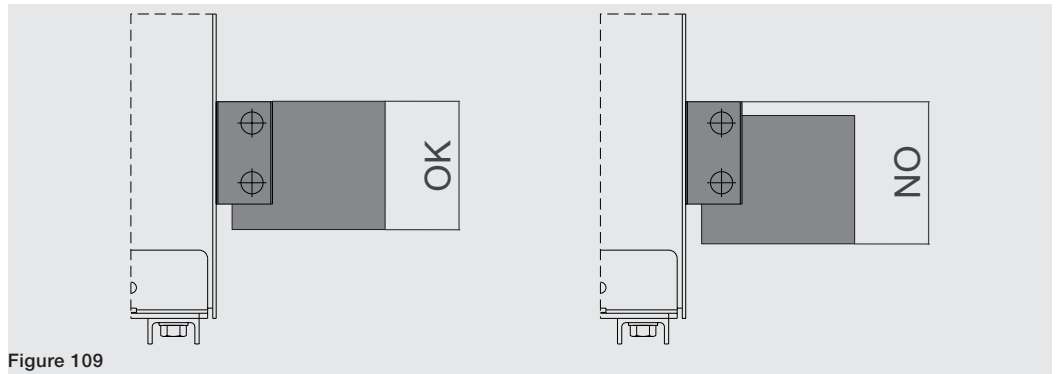

Figure 109
- Garantir l'utilisation maximale de la surface de la prise. Voir exemple Figure 109.